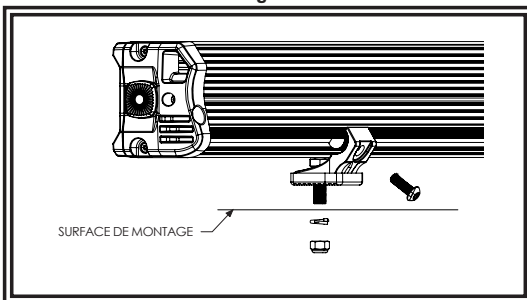

Figure 2
1. Insérer un boulon à tête hexagonale dans chaque support de montage arrière et fixer sans serrer les supports à l'arrière de la barre, à l'aide des boulons à tête bombée, comme indiqué en FIGURE 2.
1. Setzen Sie eine Sechskantschraube in jede der hinteren Montagehalterungen ein und befestigen Sie die Halterungen mit den Halbrundschruben an der Rückseite der Leiste, wie in ABBILDUNG 2 dargestellt.